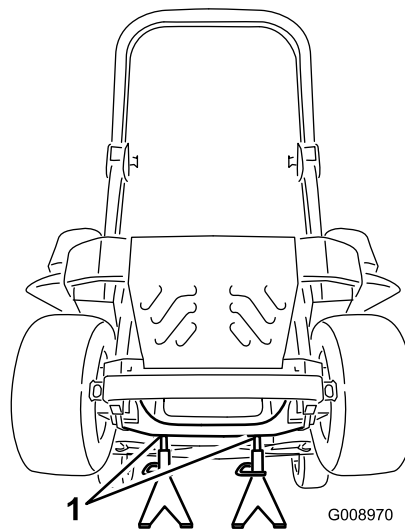

Figure 96
3. Soulevez la machine sur des chandelles (Figure 96).
9. Retirez les chandelles et abaissez la machine (Figure 96).